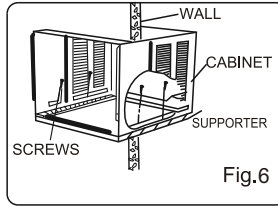

Fig.6
2. 在開機運行前，請移除保護壓縮機運輸底盤，在推進機器進入框架前確定接水盤已經安裝好。(見 Fig.6).